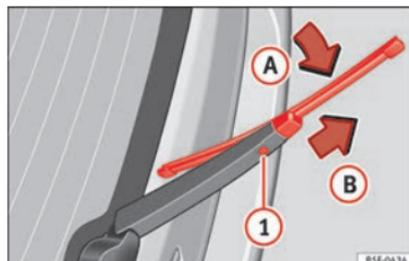

Fig. 201 Cambio de la escobilla de la luneta trasera.
- Rote la escobilla ligeramente » fig. 201 (flecha A).
- Mantenga presionada la tecla de desbloqueo ❶ y tire al mismo tiempo de la escobilla en el sentido que indica la flecha B.
- Inserte en el brazo limpialuneta una escobilla nueva **de la misma longitud y tipo**, en sentido contrario a la flecha B hasta que encastre la tecla ❶.